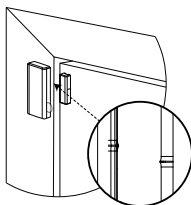

Figura 3: Posición del dispositivo y del imán en la puerta y el marco de la puerta
2. Coloque el dispositivo en el marco de una ventana o puerta y el imán en la superficie móvil de la propia puerta o ventana, alineado de acuerdo con las marcas de ubicación. Ver a Figura 3.
3. Atornille la base magnética a la puerta alineándola con el receptor. Ver a Figura 3. Ver más en Posiciones típicas del interruptor de láminas (reed switch)